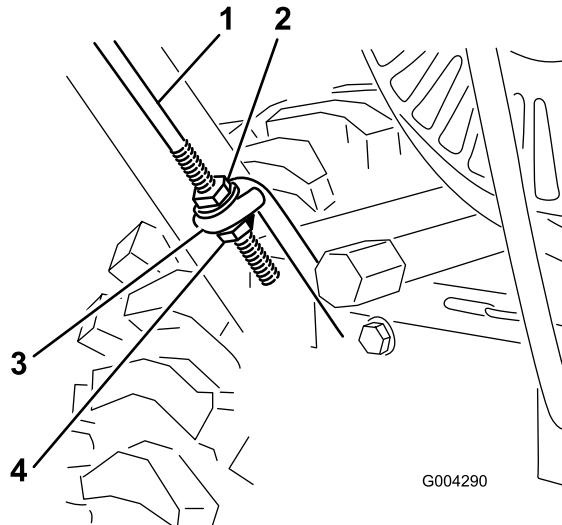

Рисунок 4
- Шкворень (2)
- Колпачковая гайка и шайба Белвил (4)
- Наверните гайку (не контргайку) с буртиком, направленным вниз, на шток привода, соединенный с левой стороной рукоятки (Рисунок 4).
- Расположите левую часть узла рукоятки сбоку от снегоочистителя и вставьте нижний конец штока привода в проушину для штока (Рисунок 4).
- Навинтите контргайку с буртиком (буртиком вверх) на нижнюю часть управляющего штока привода под проушиной на нижнем штоке привода (Рисунок 4).